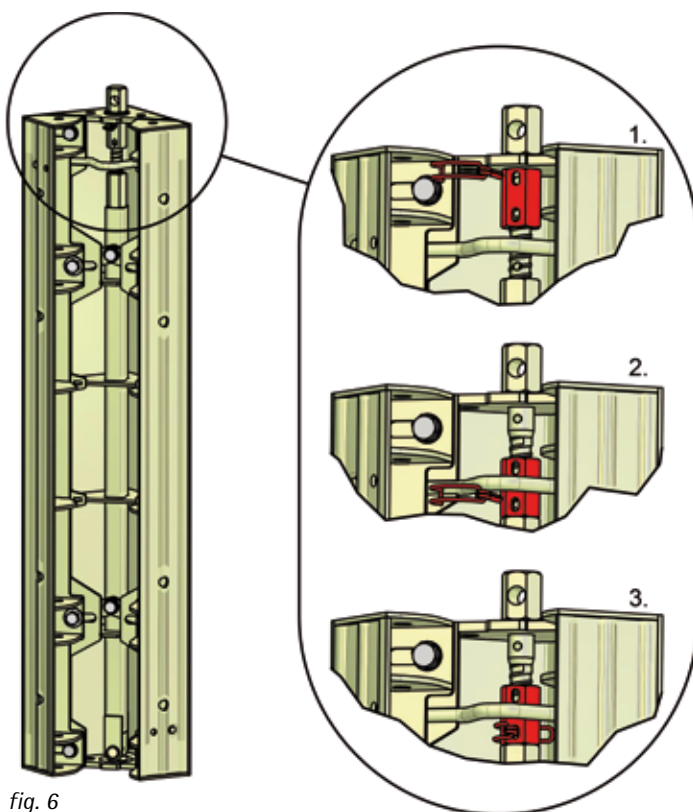

fig. 6
- Remettez le clip de fixation dans le perçage inférieur (voir fig. 6).